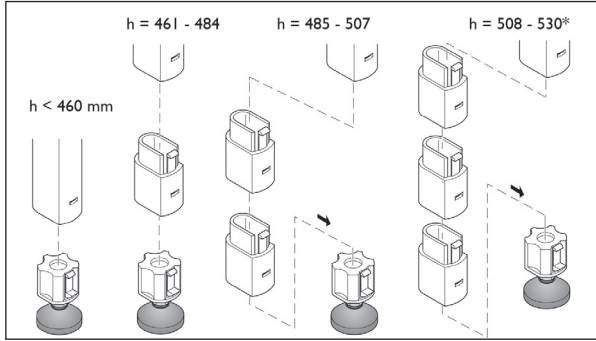

Fig. 12
3. Use the adapters to adjust the height of the supporting legs to the required seat height h (Fig. 12).
3. Höhe der Stützbeine mit Hilfe der Zwischenstücke gemäß Sitzhöhe h einstellen (Fig. 12).